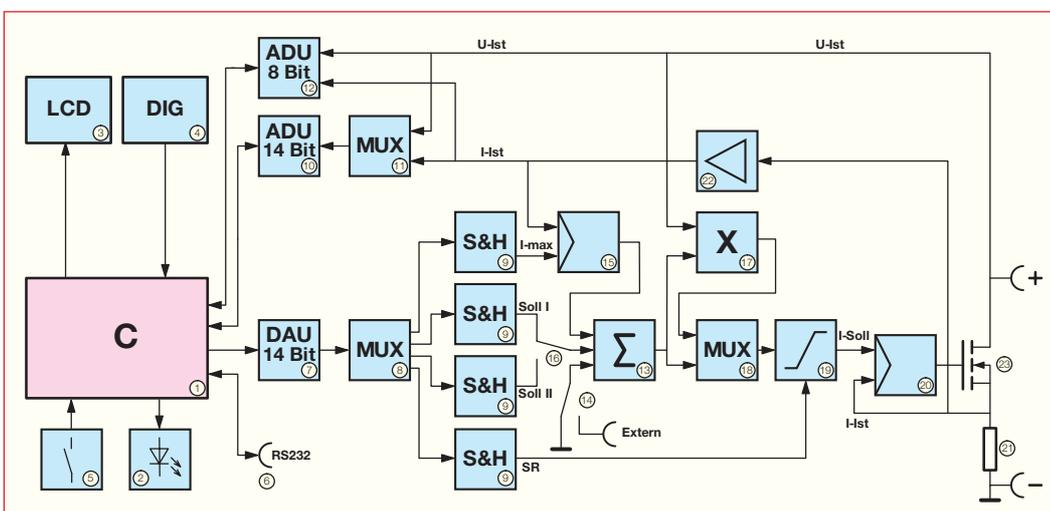

Bild 4: Blockschaltbild der EL 9000
Das Blockschaltbild (Abbildung 4) zeigt den prinzipiellen Aufbau der EL 9000. Zentrales Steuerelement ist der Mikrocon- troller (1). Er ermöglicht über die Leucht- dioden (2), das Display (3), den Drehim- pulsgeber (4) und die Taster (5) die Inter- aktion zwischen Gerät und Bediener. Über die galvanisch getrennte RS-232-Schnitt- stelle (6) ist der Anschluss an einen PC möglich.